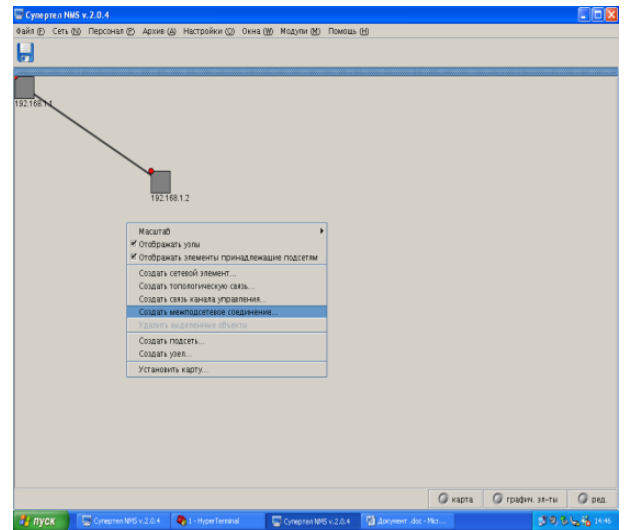

Рис. 29
16. Кликнуть правой кнопкой мыши, выбрать «Создать межподсетевое соединение» (рис. 29).